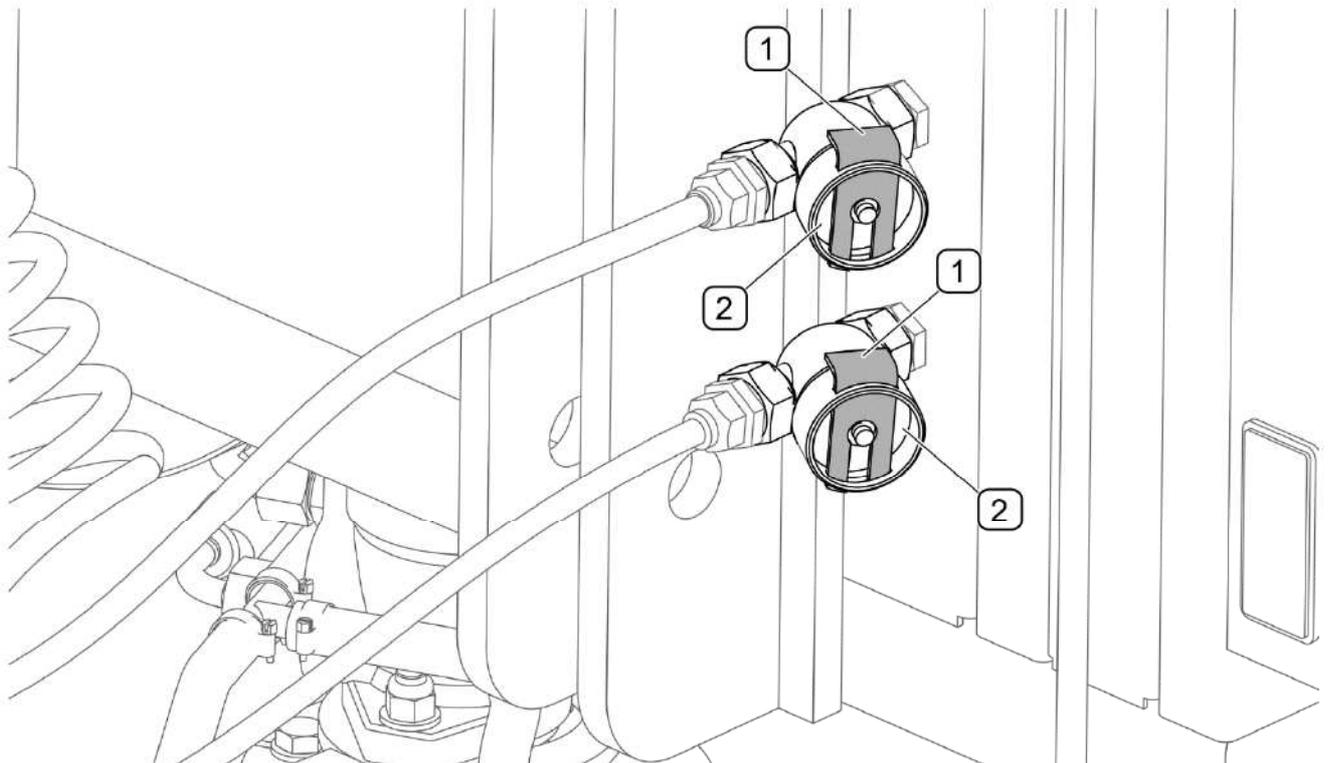

FIGURE 5.27 Les filtres à air
(1) verrou de sécurité, (2) couvercle du filtre
En fonction des conditions du travail de la machine, mais pas plus rarement que tous les trois mois, il convient de sortir et nettoyer les cartouches des filtres à air (FIGURE 5.27) qui sont installés sur les conduits de raccordement de l'installation pneumatique. Les cartouches sont réutilisables et ne doivent pas être changées, sauf si elles ont subi un endommagement mécanique. Pour nettoyer la cartouche, réduire tout d'abord la pression dans le tuyau d'alimentation. Sortir ensuite le verrou sécurisant (1), le capot du filtre qu'il convient tenir avec l'autre main. Après avoir sorti le verrou (1), le capot sera repoussé par le ressort qui se trouve dans le carter du filtre. La cartouche et le corps du filtre doivent être soigneusement lavés et soufflés avec de l'air comprimé. La repose doit être effectuée dans l'ordre inverse.